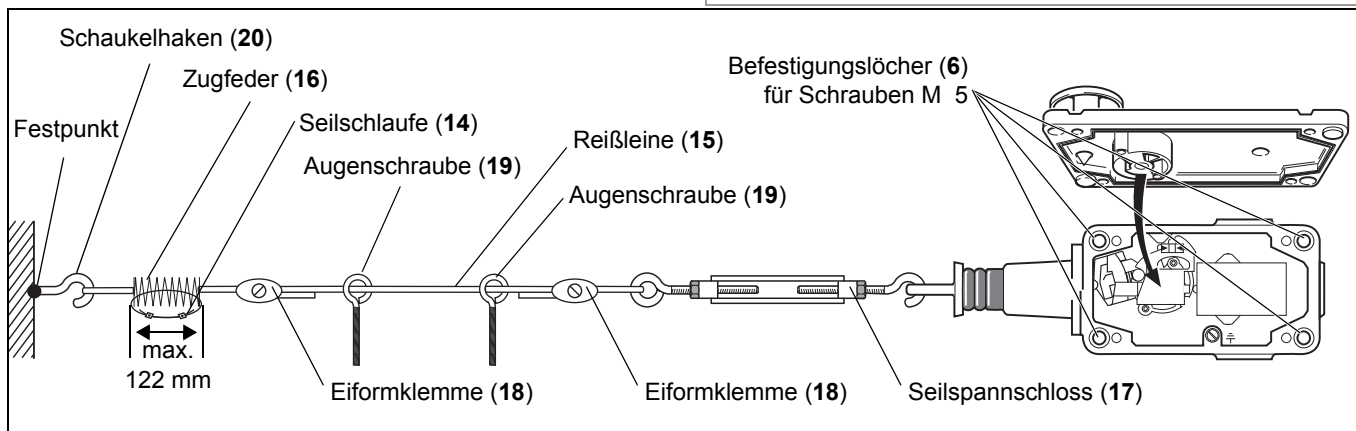

Abb. 5-3: Befestigung für die Montage des Seilzugnotschalters an der Förderbandanlage
Die Befestigung an der dem Schalter abgewandten Seite darf nicht starr sein. Wir empfehlen die Installation einer Zugfeder (16) (s. Abb. 5-3).
- Bringen Sie den Schaukelhaken (20) an der Förderband-Konstruktion bzw. der zu überwachenden Maschine an (Festpunkt).
- Montieren Sie zur Führung der Reißleine (15) Augenschrauben (19) entlang der Förderband-Konstruktion. Der Abstand zwischen den Augenschrauben (19) richtet sich nach den örtlichen Gegebenheiten, (siehe Abschnitt 4.3: „Technische Werte für das Reißleinsystem ermitteln“, Seite 14).
- Befestigen Sie die Reißleine (15) mit einer Eiformklemme (18) am Seilspannverschluss (17). Die Länge der Reißleine (15) richtet sich nach den örtlichen Gegebenheiten (siehe Abschnitt 4.3: „Technische Werte für das Reißleinsystem ermitteln“, Seite 14).
- Ziehen Sie die Reißleine (15) durch die Augenschrauben (19).
- Hängen Sie das Seilspannverschluss (17) in der Öse des Seilzugnotschalters ein.
9. Hängen Sie die Zugfeder (16) im Schaukelhaken (20) ein.
10. Ziehen Sie die Reißleine (15) durch die Öse der Zugfeder (16), Spannen Sie die Reißleine (15) straff und befestigen diese mit einer Eiformklemme (18).
11. Begrenzen Sie die Zugfeder (16) auf eine ausgezogene Länge auf maximal 122 mm, z. B. durch eine Seilschleife (14).